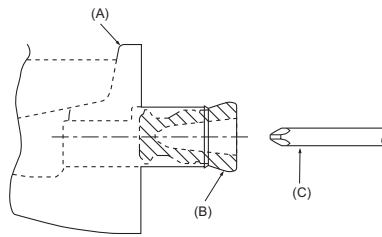

Fig. 5-1
- Si vous installez le tuyau sur le côté gauche, soyez sûr d'insérer le bouchon en caoutchouc dans l'orifice d'évacuation droit. (Fig. 5-1)
- (A) Bac d'évacuation